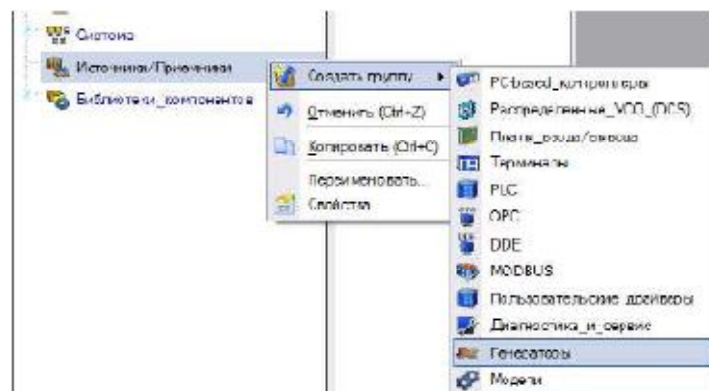

Рис. 1.4 Створення групи для генераторів
3. **Генерація сигналу.** Створити групу генератори. Для цього виділіть рядок *джерела/приймачі* навігатора проекту. Виділіть контекстне меню. В меню оберіть рядок створити групу. Серед запропонованих груп виберіть *генератори* (рис. 1.4). Виділивши створену групу (генератори 1) і клацнувши лівою кlawішею миші, змініть ім'я, наприклад, на «генератор».